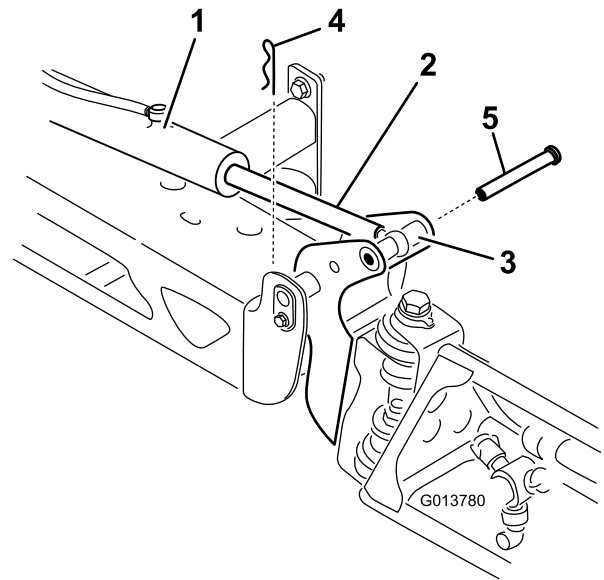

Bild 74
2. Nehmen Sie die Splint vom Lastösenbolzen ab (Bild 74).
3. Heben Sie den Abschnitt an und nehmen Sie den Lastösenbolzen ab, senken Sie den Abschnitt dann langsam auf den Boden ab (Bild 74).
7. Stützen Sie den Sprühabschnitt ab und stecken Sie den Lastösenbolzen durch das Auslegerscharnier und die Aktuatorstange (Bild 74).